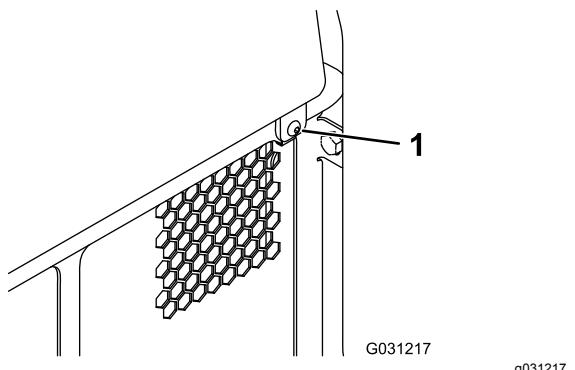

Figura 41
1. Togliete il dispositivo di fissaggio (Figura 41).
- 2. Sollevate il portello di accesso posteriore per accedere ai componenti interni (Figura 41).